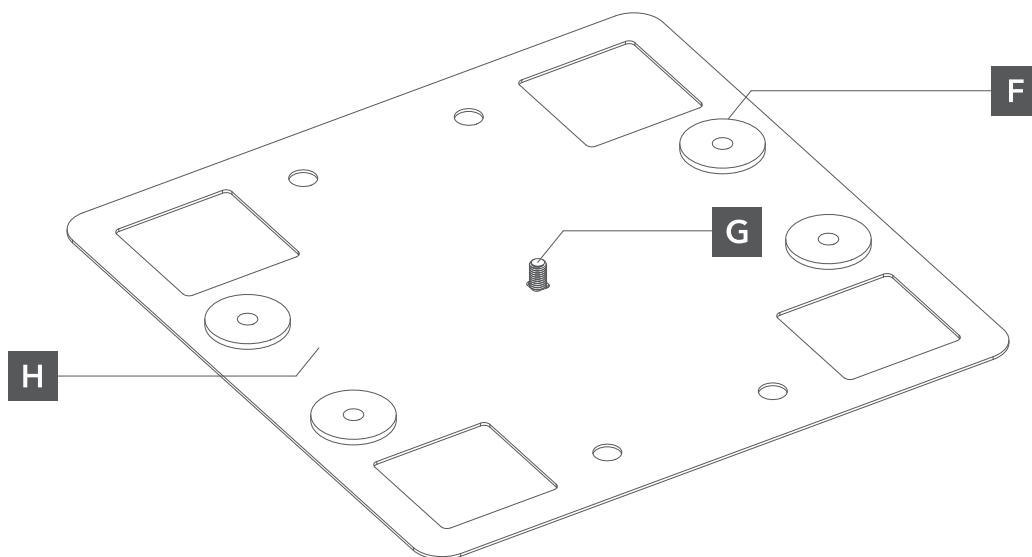

Abb. 3 Installation der Montageplatte auf dem Membrandach
- 2 Bringen Sie die Sicherungsschrauben in der Montageplatte an und positionieren Sie die Platte an der gewünschten Stelle auf der Membran. Befestigen Sie die Bolzen durch die Befestigungslöcher auf dem Dach (Abb. 3). In einigen Fällen kann auf die Befestigung der